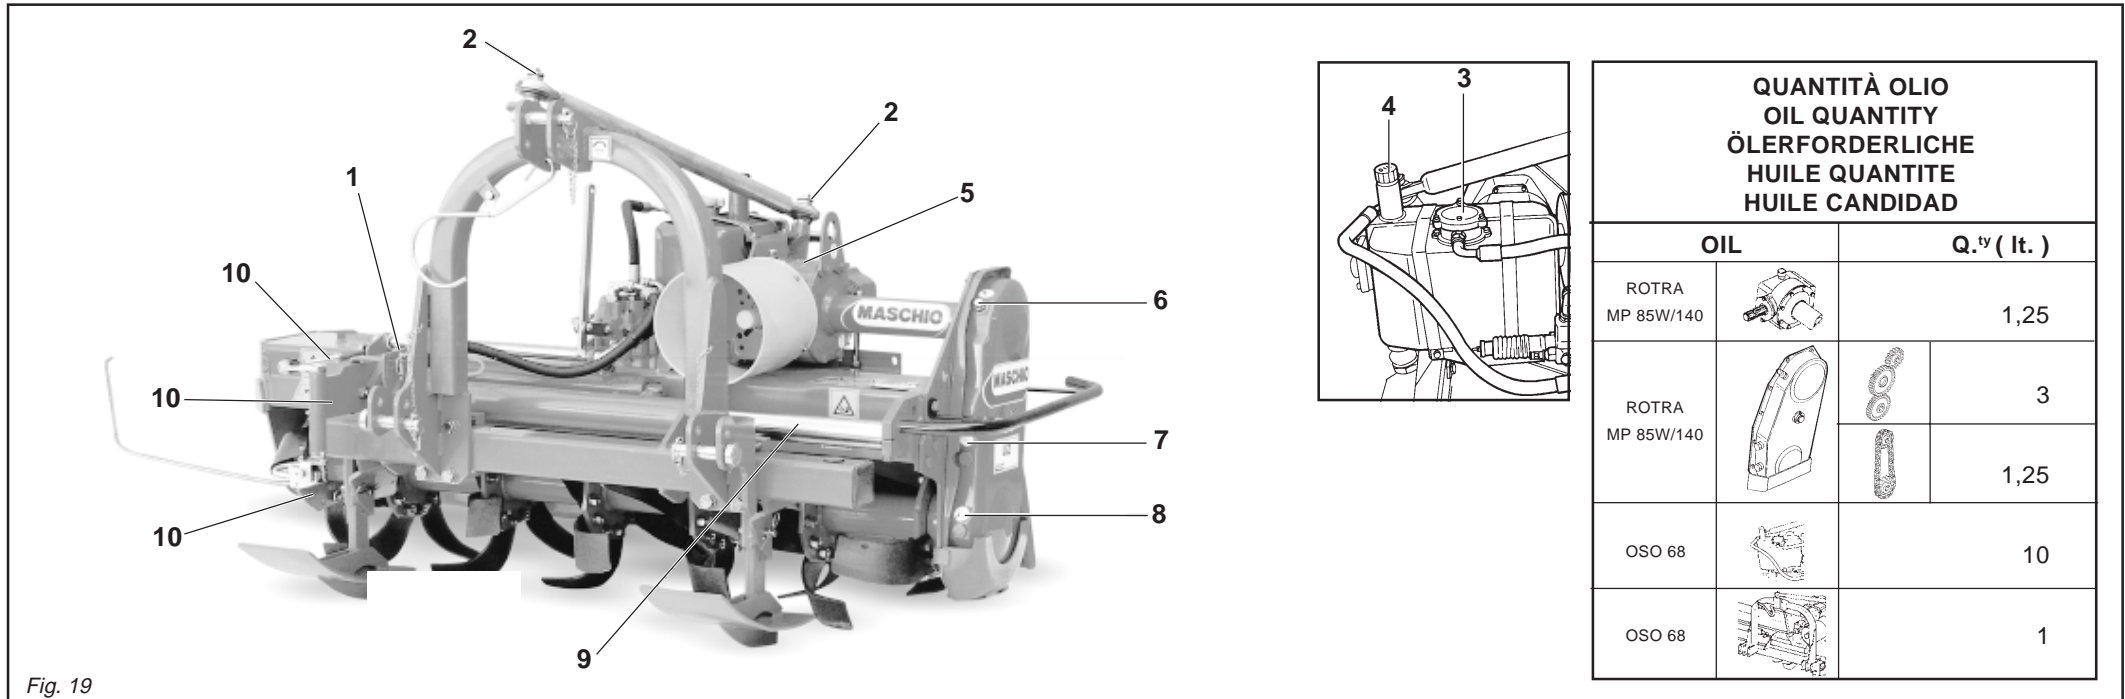

Fig. 19
- Graissez la tige de coulissement (9 Fig. 19).
- Graissez les leviers du groupe palpeur (10 Fig. 19).
- Contrôlez le niveau de l'huile dans la boîte du réducteur. Si nécessaire, rajouter de l'huile jusqu'au cran sur la jauge (5 Fig. 19).
- Contrôlez le niveau de l'huile dans le carter latéral de la transmission en dévissant le bouchon de niveau (7 Fig. 19) et vérifiant si l'huile sort. Si nécessaire rajouter de l'huile par le bouchon (6 Fig. 19) jusqu'à ce qu'elle sorte par le bouchon de niveau.
- Vidangez entièrement l'huile du réducteur et du carter de transmission à travers le bouchon de vidange qui se trouve sous la boîte du réducteur et par le bouchon de vidange de la transmission (8 Fig. 19).
- Engrasar los puntos de articulación del tirante de regulación (2 Fig. 19).
- Engrasar la varilla (9 Fig. 19).
- Engrasar las palancas del grupo palpador (10 Fig. 19).
- Controlar el nivel de aceite en el reductor, eventualmente rellenar hasta la muesca de nivel presente en la varilla (5 Fig. 19).
- Controlar el nivel de aceite en el cárter lateral de la transmisión, desenroscando el tapón de nivel (7 Fig. 19) y controlando que salga el aceite. Eventualmente agregar aceite a través del tapón de llenado (6 Fig. 19), hasta que veamos que sale por el tapón de nivel.
- Efectuar el cambio completo del aceite, tanto del reductor como también del cárter de transmisión, descargando completamente el aceite del tapón de descarga presente debajo de la caja del reductor y del tapón de descarga transmisión (8 Fig. 19).
- Periodicamente verificare il livello dell'olio contenuto nel pistone di guida dello scorrimento laterale, tramite il tubicino in plastica trasparente a fianco dell'attacco 3° punto, ed eventualmente ripristinare con olio idraulico attraverso il tappo di riempimento (1 Fig. 19).
- Periodicamente verificare il livello dell'olio contenuto nel serbatoio del circuito idraulico. Eventualmente aggiungere attraverso il tappo di riempimento/livello (4 Fig. 19).
- Controllare contemporaneamente lo stato di usura del filtro (3 Fig. 19). Se sporco pulirlo, se usurato o rotto, sostituirlo.
*Top up with hydraulic oil through the fill plug if necessary (1 Fig. 19).*
- *Periodically check the level of the oil in the tank of the hydraulic circuit. Top up as necessary through the fill/level plug (4 Fig. 19).*
- *Check the filter for wear at the same time (3 Fig. 19). Clean the filter if it is dirty. Replace it if it is worn or broken.*
- Regelmäßig den Ölstand im Führungskolben der seitlichen Verschiebevorrichtung prüfen, und zwar anhand des Klarsichtschlauches neben dem oberen Kupplungspunkt. Ggf. hydraulisches Öl durch den Öleinfüll- und Ölstandsstopfen (1 Abb. 19) nachfüllen.
- Regelmäßig den Ölstand im Behälter des hydraulischen Kreislaufs prüfen. Ggf. Öl durch den Öleinfüll- und Ölstandsstopfen (4 Abb. 19) nachfüllen.
- Gleichzeitig den Verschleißzustand des Filters (3 Abb. 19) prüfen. Wenn er schmutzig ist, wird er gereinigt. Ist er verschlissen oder beschädigt, wird er ersetzt.
- *Vérifiez périodiquement le niveau de l'huile dans le piston de guidage du coulissement latéral par la tubulure transparente à côté du 3e point d'attelage; si nécessaire rajoutez de l'huile hydraulique par le bouchon de remplissage (1 Fig. 19).*
- *Vérifiez périodiquement le niveau de l'huile dans le réservoir du circuit hydraulique; si nécessaire rajoutez de l'huile par le bouchon de remplissage/niveau (4 Fig. 19).*
- *Contrôlez en même temps si l'état du filtre (3 Fig. 19). Vous devrez le nettoyer s'il est sale ou le remplacer s'il est usé ou cassé.*
- Periódicamente controlar el nivel del aceite contenido en el pistón de guía de la corredera lateral, mediante el tubo de plástico transparente presente junto al enganche del 3° punto, y eventualmente rellenar con aceite hidráulico a través del tapón de llenado (1 Fig. 19).
- Periódicamente controlar el nivel del aceite contenido en el tanque del circuito hidráulico. Eventualmente agregar a través del tapón de llenado/nivel (4 Fig. 19).
- Controlar contemporáneamente el estado de desgaste del filtro (3 Fig. 19). Si está sucio limpiarlo, si está gastado o roto, sustituirlo.